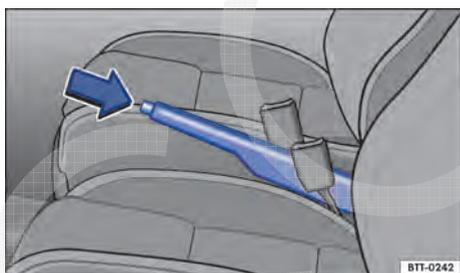

Fig. 146 Entre os assentos dianteiros: freio de estacionamento.
- Puxar a alavanca do freio de estacionamento um pouco para cima e pressionar o botão bloqueador no sentido da seta → Fig. 146.